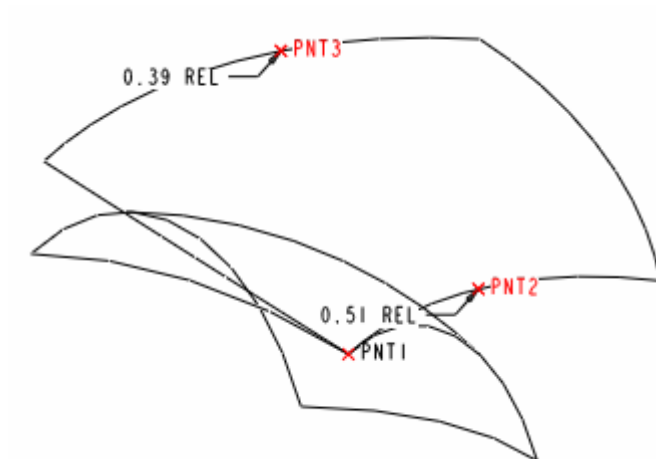

图 36-13
(1) 使用创建基准点工具，通过选择曲面的边线，分别建立如图 36-13 所示的两个基准